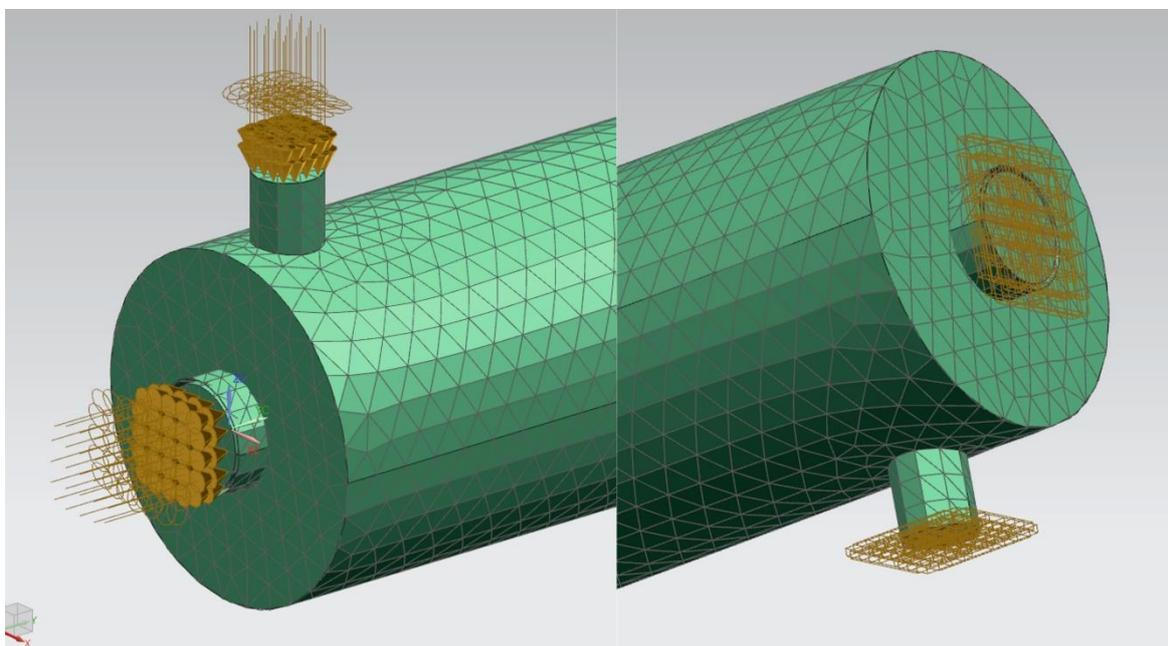

Рис. 4.7. Граничные условия потока при прямотоке
17. Вернитесь к исходному заданию граничных условий задачи. Кнопка панели инструментов «**Вернуться к исходному**». Поменяйте граничные условия для прямооточного движения теплоносителей (рис. 4.7).